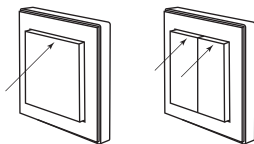

Рисунок 8. Подключение радиовыключателей PB1, PB2 к приемнику M1
- Для подключения радиовыключателя РВ1 к приемнику необходимо нажать в этот промежуток времени на кнопку «включение» (верхняя часть клавиши радиовыключателя) (рисунок 8).
- Для подключения РВ2 необходимо нажать на кнопку «включение» того канала, к которому необходимо подключить приемник (рисунок 8).